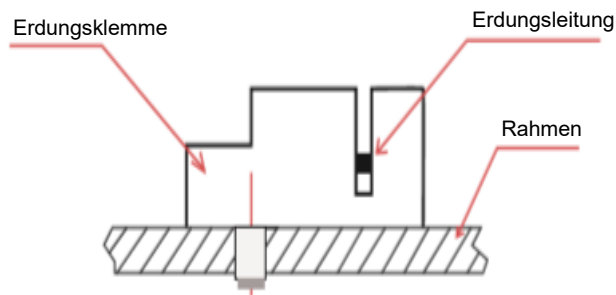

Abbildung 2
- Wie in **Abbildung 2** gezeigt, besteht die Erdungsklemmenbaugruppe aus einem Schieber, einem Sockel und einer selbstschneidenden Schraube oder einer 8-32-Schraube und einer Sechskantmutter. Die Erdungsklemme ist für nicht isolierte Kupfermassivdrähte der Größen 10 oder 12 AWG geeignet.
<p>Abbildung 1 O-A</p>	<p>Abbildung 2 O-B</p>